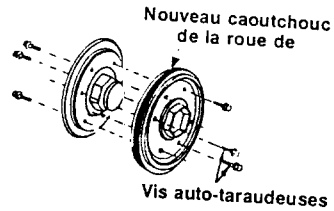

FIGURE 32
- Installez le nouveau caoutchouc de la roue de frottement sur la roue de frottement. Serrez les six vis l'une après l'autre dans l'ordre avec une force égale. Voir la figure 32.